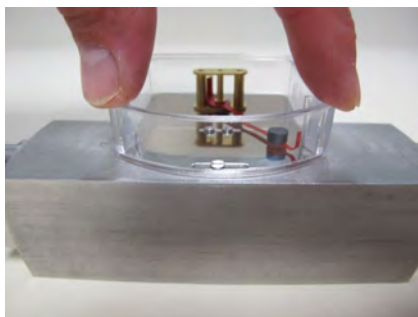

Abb. 64
- 14.** ➤ Kunststoffgehäuse auf die Anzeige-Bodenplatte aufsetzen und andrücken bis dieses einrastet (Abb. 64)